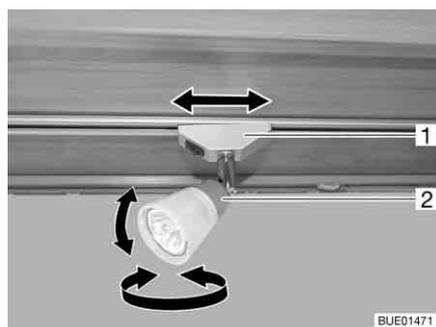

Fig. 67 Spot
*Tourner :* ■ Saisir le boîtier (Fig. 67,2) et le tourner.
*Faire coulisser :* ■ Attraper le support (Fig. 67,1) le faire pivoter d'environ 45°.
- Attraper le support (Fig. 67,1) et le faire pivoter d'environ 90°.